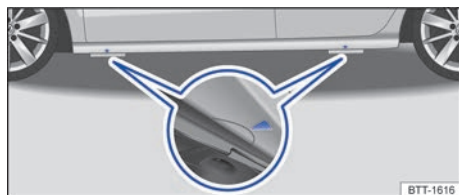

Fig. 240 Puntos de apoyo para el gato.
Coloque el gato únicamente en los refuerzos de los bajos del vehículo que se encuentran detrás de las marcas que hay en la carrocería → fig. 240. El punto de apoyo válido es el que se encuentra junto a la rueda correspondiente → ⚠.
5. Busque debajo del vehículo el punto de apoyo para el gato → fig. 240 que se encuentre más próximo a la rueda que haya que cambiar.